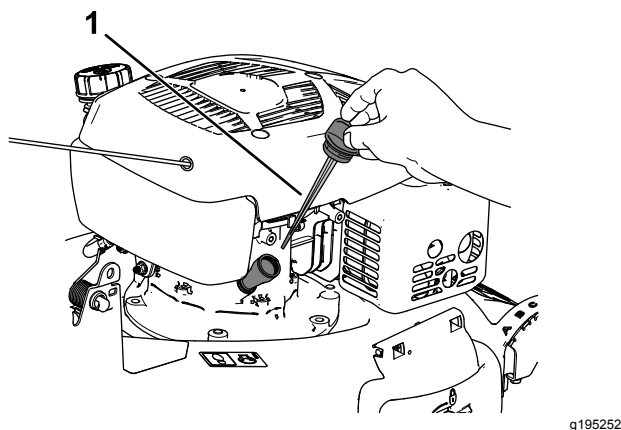

図 32
3. キャップを左に回してディップスティックを抜き取る 図 32。
4. エアフィルタが下になるように機体を横に傾けて、エンジンオイル補給口からエンジンオイルを抜く 図 32。